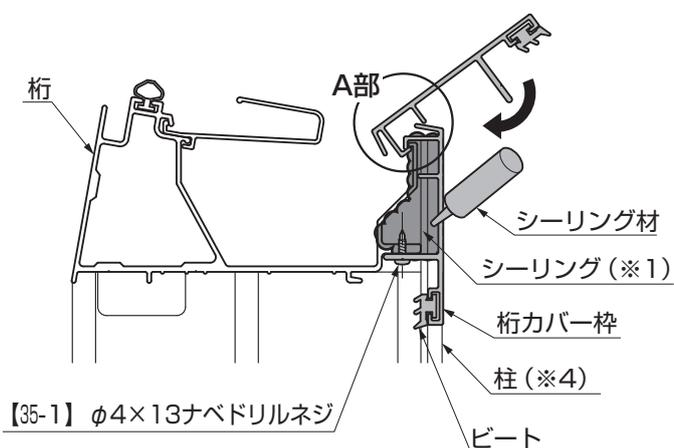

図9-2
- ①桁カバー枠と桁の間(※1)に、シーリングをしてください。(図9-2参照)
- ②桁カバー枠を桁にはめ込み、【35-1】で取付けてください。
- ③桁カバー枠の両端に、シーリングをしてください。(※2)